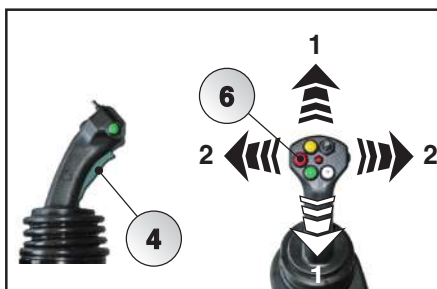

Abb. 5.76
Den grünfarbigen Sicherheitsknopf (4) (Fahrer anwesend) und den roten Knopf (6) gedrückt haltend, ist es möglich, den Joystick Hebel (10) wie im Bild 5-76 zu richten u. die Schnellkupplungen wie in Bildern 5-77/78 gezeigt zu fördern.